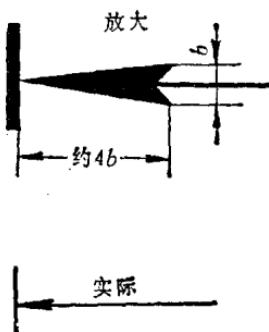
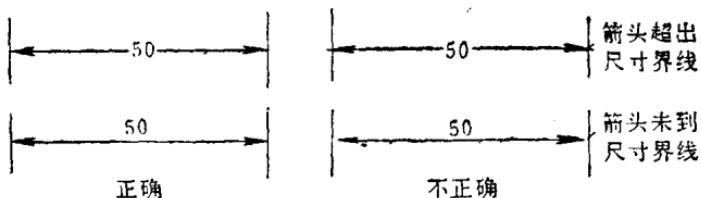

图11 箭头的式样
图12 箭头的画法
3. 箭头 在尺寸线的两端要画出尺寸界限的箭头，用来表示尺寸的起点和终点。箭头的式样如图 11。箭头大小应按照轮廓线的粗细来选定，其宽度相当于轮廓线的粗细，长度约为轮廓线粗细的 4 倍。在同一张工作图上，箭头的大小最好能画得一致，使它整齐、匀称和美观。箭头的尖端必须正好指向尺寸界线，不要超出，也不要留空隙，如图 12 所示。
工作图上的尺寸数字，必须端正清楚，不能草率，免得看不清楚而引起疑问，甚至发生错误。一般尺寸数字标注在尺寸线的上方或中断处（参见图 12），以使看图时比较清楚。